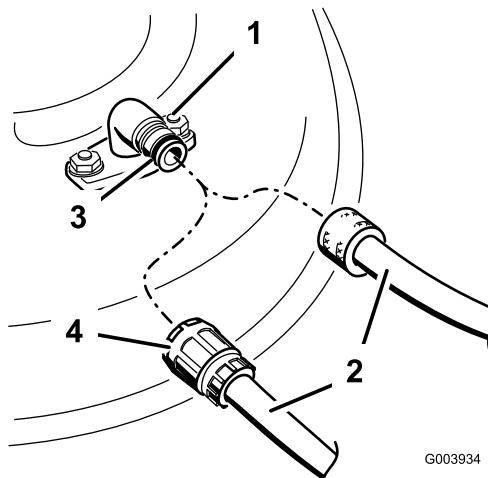

Figure 55
3. Vissez le raccord de lavage à l'embout de lavage du plateau de coupe et ouvrez l'eau en grand (Figure 55).